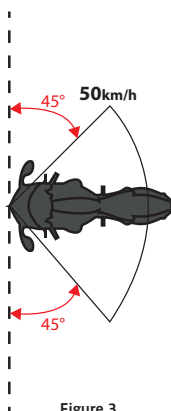

Figure 3
## Enveloppe de protection contre les collisions lorsqu'une moto heurte un véhicule ou un obstacle (Figure 3) :
Angle d'impact (Fig 3)	De 45° à 135°
**IMPORTANT !** La Figure 3 décrit l'enveloppe de protection aux endroits où le système Tech-Air® 5 devrait se gonfler avant que le corps de l'utilisateur n'entre en contact avec un obstacle. À des vitesses supérieures à 25 km/h, le système se déploiera quel que soit l'angle d'impact, mais en dehors de l'enveloppe de protection, le système peut ne pas être complètement gonflé avant qu'il n'y ait un contact entre l'obstacle et l'utilisateur.